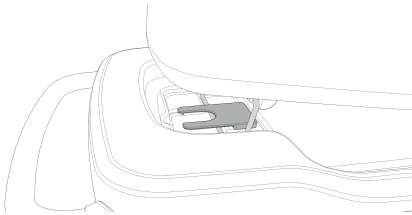

Figura 5 – Barra de inclinación fijada en posición de elevación
1. Para inclinar la cesta hacia arriba, agárrela por la parte del logotipo y levántela hasta que la barra de inclinación se deslice hacia dentro de la ranura. (Figura 5).